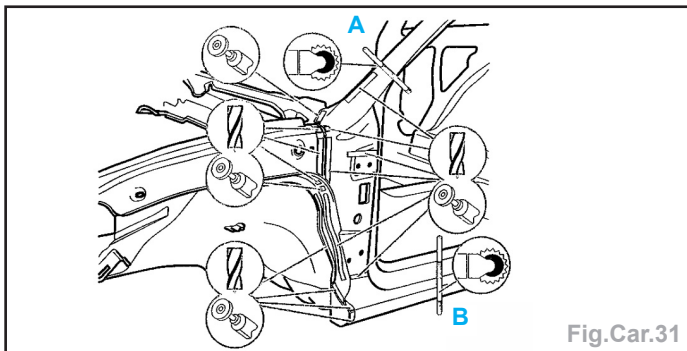

Fig.Car.31
- Tracer puis découper le pied de caisse à l'aide d'une meule assiette en suivant les lignes (A et B) (Fig.Car.31).